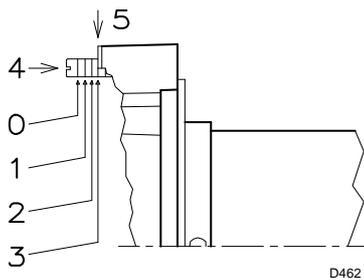
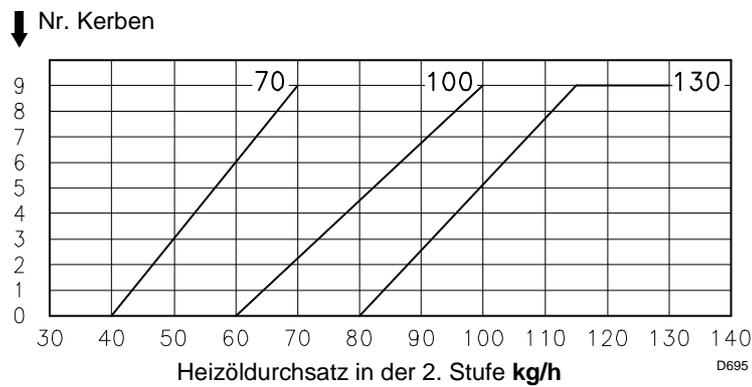

Abb. 13
Abb. 14
Die Schraube 4 (Abb. 13) so lange drehen, bis von der Kurve (F) angegebene Kerbe (Abb. 14) mit der vorderen Fläche des Flanschs 5 (Abb. 13) zusammenfällt.
Das Diagramm (Abb. 14) gibt an, dass der Brenner RL 70 für einen Durchsatz von 51 kg/h eine Regulierung des Flammkopfs um ungefähr 3 Kerben erfordert, so wie es auf der Abb. (Abb. 13) dargestellt wird.